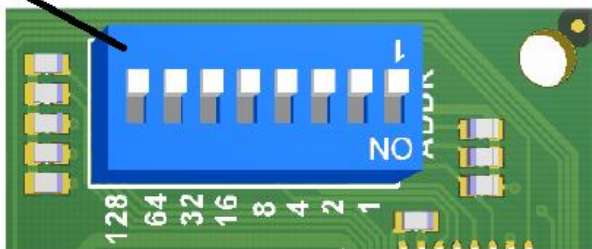

Рисунок 4 - Микропереключатель ADDR
2.3.1.4 С помощью микропереключателя ADDR установить адрес блока согласно проекта. Весовые значения составляют соответственно «1», «2», «4», «8», «16», «32», «64» и «128» единиц (см. рис. 4).